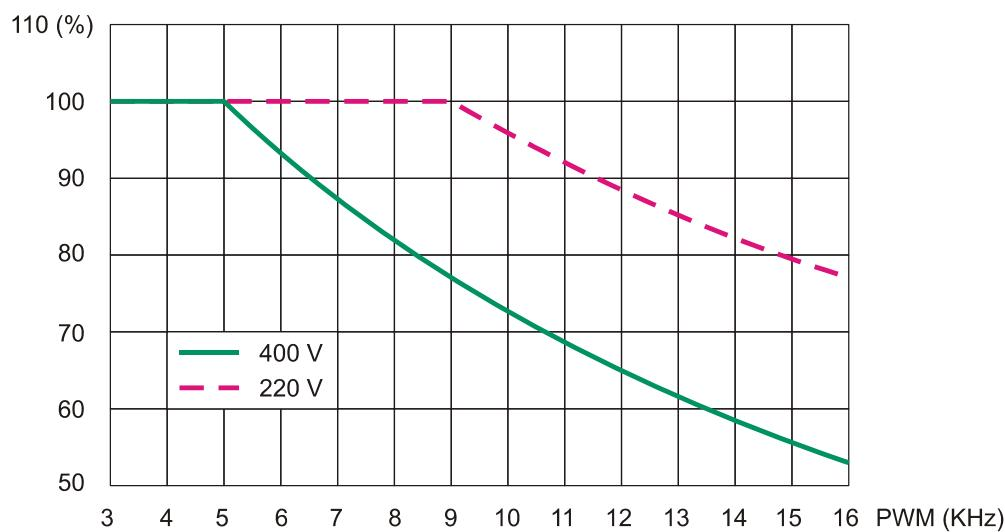

FIG. 4 (Declassamento convertitore per mod. da 03A÷110A / Converter derating for mod. 03A÷110A)
(1) La connessione C56 stabilisce il tipo di sovraccarico.
(2) Corrente nominale per uso continuativo a 5kHz PWM. Nella FIG.4 è riportato l'andamento del declassamento automatico in funzione della frequenza di PWM (P101) e della tensione di alimentazione alternata (P87).
(3) Riferimento analogico di velocità a 16 bit disponibile solo con le schede di retroazione: Encoder Sinusoidale e Endat (CS6337.1), Resolver con RDC19224 (CS6334).
(4) Temperatura ambiente ammessa fino a 45 °C. In questo caso declassare la corrente a 88% In.
(5) Per altitudine superiore ai 1000 m SLM declassare la corrente dell'1% ogni 100 m.
(1) Connection C56 determines the type of overload.
(2) Rated current for continuous duty at 5kHz PWM. FIG.4 shows the automatic derating pattern as a function of PWM frequency (P101) and AC supply (P87).
(3) 16 bit analog speed reference available only with feedback cards: Sinusoidal Encoder and Endat (CS6337.1), Resolver with RDC19224 (CS6334).
(4) Allowable ambient temperature up to 45 °C. In this case, derate current to 88% In.
(5) At altitudes above 1000 m above sea level, derate current by 1% each 100 m.